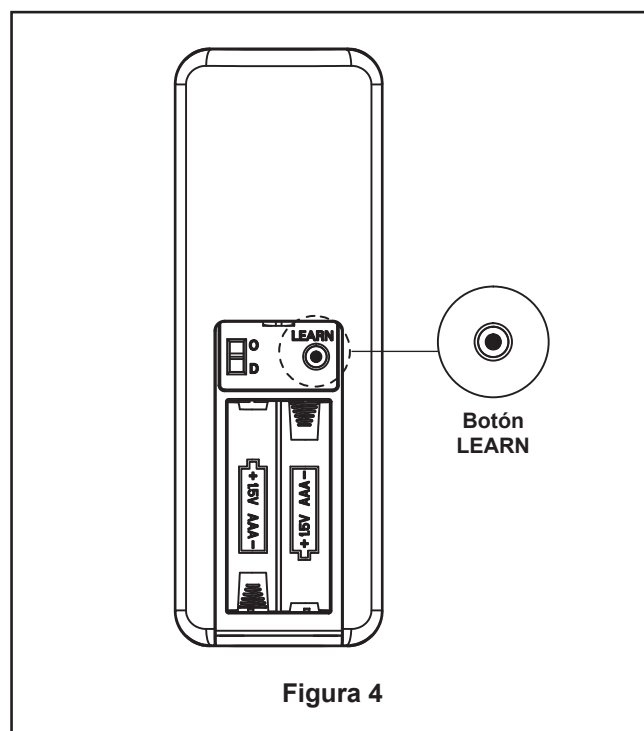

Figura 4
3. Una vez haya hecho las conexiones, coloque los cables hacia arriba y empújelos cuidadosamente hacia dentro de la caja de la toma de corriente, poniendo los cables blancos y verdes a un lado de la caja y los negros hacia el otro lado. Los cables deben ser colocados de forma extendida poniendo el conductor de la toma de tierra y el conductor de toma de tierra del equipo a un lado de la caja, colocando el conductor sin toma de tierra en el otro lado de la caja. (Figura 4)
4. Instale el conector de 2 clavijas desde unidad de luz LED conexión a la unidad del motor. (Figura 4)
- 6. Proceso de aprendizaje:** (Figura 4)
4. Después de crear la cuenta fanSync de Fanimation, puede añadir sus ventiladores en la aplicación. (Figura 4)